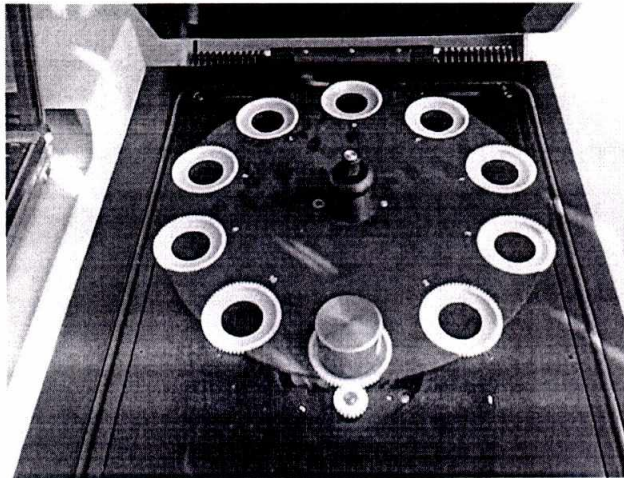

Рисунок 1 - Установка образца для измерений.
6.4.1.1. Установить стандартный образец в отделение для образцов (см. Рис. 1) на позицию 1 автоматического магазина пробоподдачи (показан пример магазина на 10 образцов) и закрыть крышку измерительной камеры. В случае, если используется прибор без автоматического пробоподатчика, установить образец на единственную позицию.